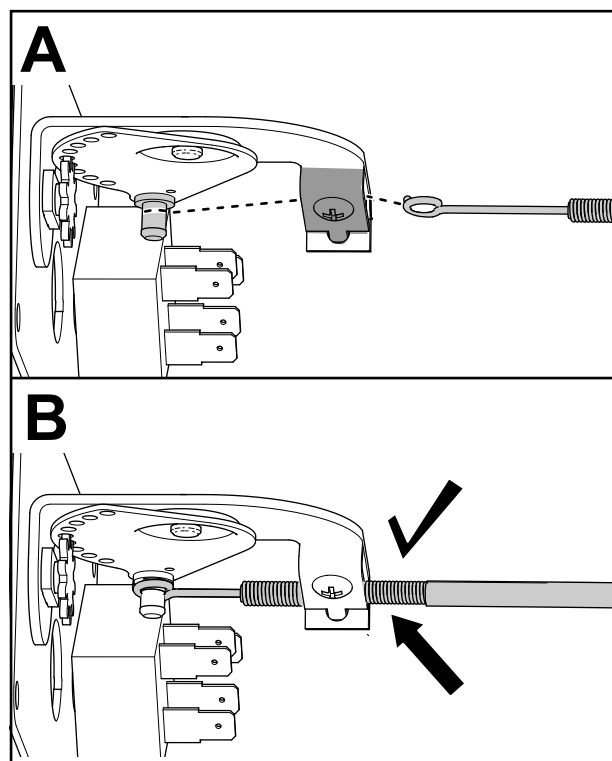

Figura 7
7. Asegúrese de que el interruptor del calentador esté en la posición central y conecte un extremo del cable de control en la parte posterior del interruptor del calentador (Figura 7).